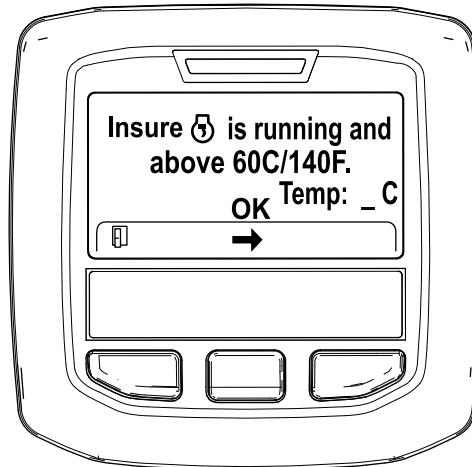

図 35
5. 冷却液の温度が 60°C (140°F) 未満の場合には、*Insure ⑤ is running and above 60C/140F* エンジン作動と冷却水を確認と表示される図 35。 インフォセンターの上で冷却水温度を確認し、温度が 60°C (140°F) になるまでフルスロットルでエンジンを回転させてから中央ボタンを押す。